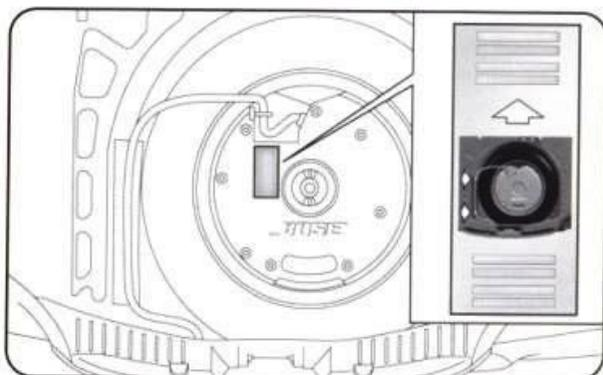

рис. 11
- установите корпус на место таким образом, чтобы стрелка была направлена вперед, сверху установите сабвуфер в соответствии со стрелками на корпусе (рис. 11) (чтобы можно было прочитать слово BOSE);